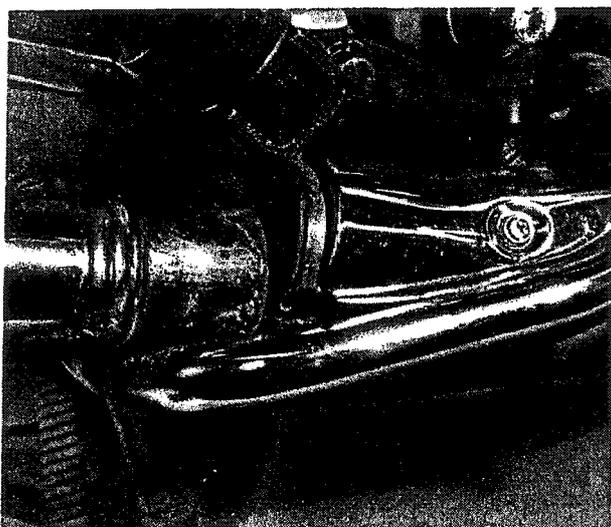
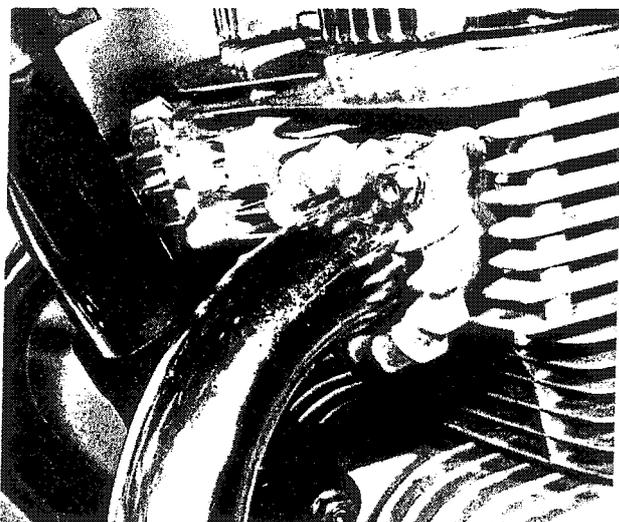

Bild 13
Bild 14
- Die Rohrschellen zwischen Auspuffrohr und Vorschalldämpfer sowie zwischen Vorschalldämpfer und Auspufftöpfen ganz lösen (Bild 13). Die Schellen von den Vorschalldämpferstützen abziehen. Die beiden Muttern von jedem Auspuffrohrklemmring am Zylinderkopf entfernen und die Klemmringe von den Stiftschrauben abziehen (Bild 14). Die Auspuffrohre können nun einzeln ausgebaut werden. Die Auspufftöpfe sind mit einer Schraube an den Auslegern für die hinteren Fussrasten befestigt. Die gleiche